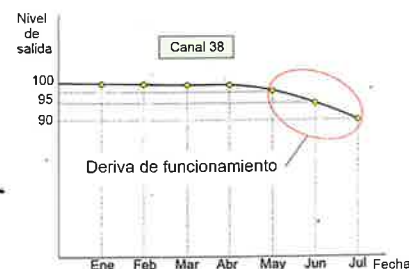

Fig. 10.3. Gráfico de tendencia de un amplificador.
- **Análisis de la tendencia.** Con el paso del tiempo, iremos acumulando medidas de los distintos parámetros. Al trasladar los datos obtenidos sobre un gráfico (**Fig. 10.3**), se puede observar la variación de estas medidas, y es cuando se detectan las posibles derivas de funcionamiento de los aparatos, antes de que el equipo deje de funcionar.